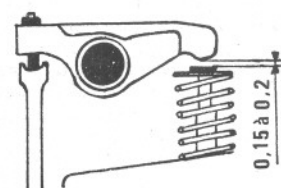

Fig. 3
- Régler les jeux des soupapes admission et échappement (fig. 3) entre 0,15 et 0,20 mm